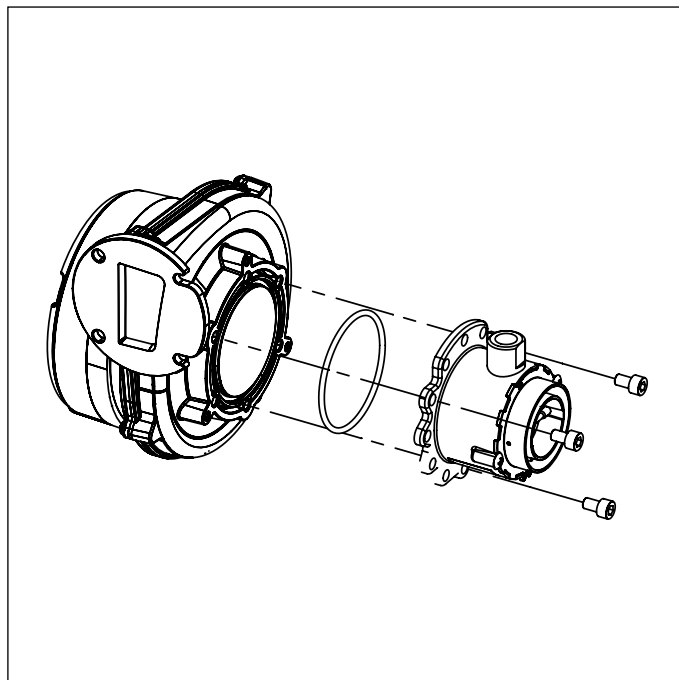

Рис. 37 Змішувач
- Зняти змішувальний вузол, відкрутивши три гвинта з циліндричною головкою(дивись Рис. 37 Змішувач).
- Зняти змішувальний вузол, відкрутивши три гвинта з циліндричною головкою (дивись Рис. 37 Змішувач).